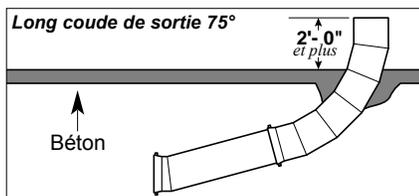

fig. 5
- Le long coude de sortie 75° — voir fig. 5 et pages 19, 20.